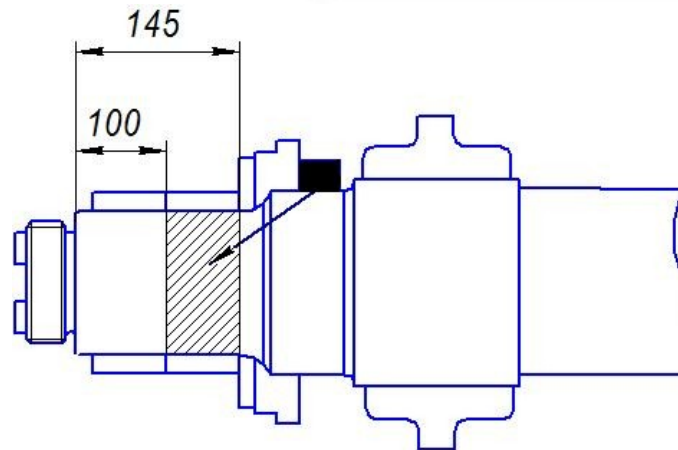

Рис. 9.13.1. Схема прозвучивания оси при контроле по варианту BR2.
УЗК осей по варианту BR2 производят с применением сканирующих устройств. Контроль выполняют с цилиндрической поверхности оси поперечными волнами в осевом направлении при установке ПЭП на предподступичной части и сканирование по периметру оси с целью выявления поперечных трещин между кольцами подшипников, Рис.9.13.1.
- 9.13.5 Нанести контактную жидкость на поверхность оси. Установить преобразователь П121-2,5-43°-К14-ЖД на предподступичную часть оси, как показано на Рис.9.13.1. Выполнить круговое сканирование по поверхности предподступичной части оси.